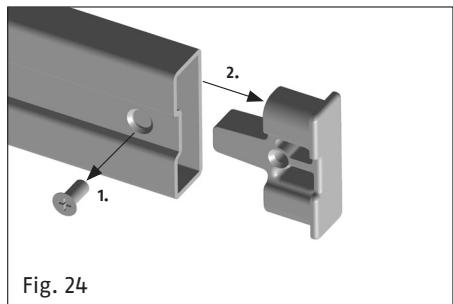

Fig. 24
4. En alternative au montage d'une gâche, le verrou peut aussi être intégré directement dans le mur. Dans ce cas, il faut utiliser la gâche murale **PWA2700** (Fig. 24–26).
- Lors de l'utilisation de la gâche murale PWA2700, débloquer tout d'abord la vis au dos de la barre et retirer l'embout de la barre (Fig. 24).